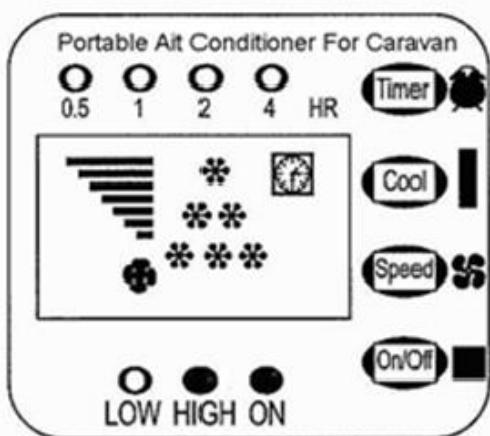

Fig. 6
Skjermen vil vise seks (6) stjerner for å indikere at klimaanlegget kjøres kontinuerlig (fig. 6.).